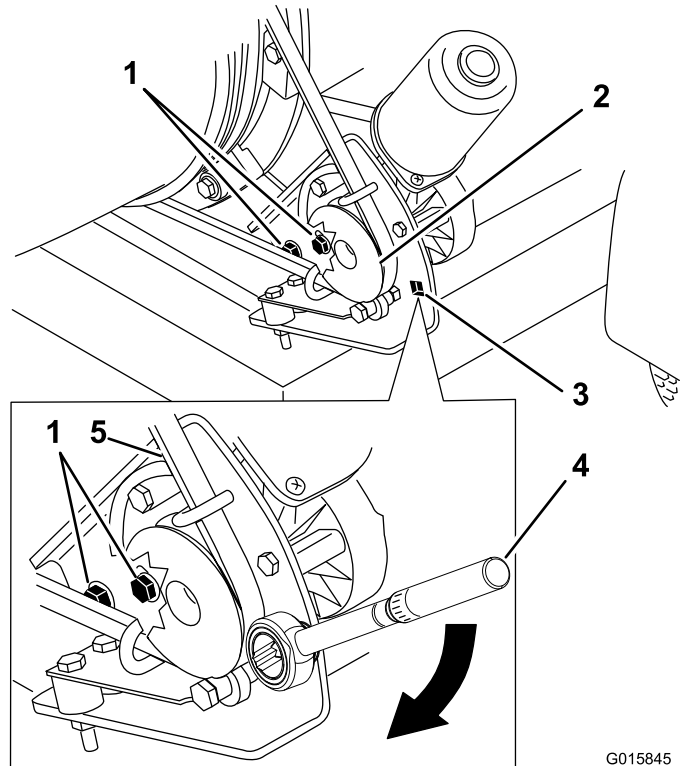

Bild 47
2. Lösen Sie die beiden Bundkopfschrauben und die beiden Sicherungsbundmutter, mit denen die Motorbefestigungshalterung an der Gehäusebefestigung des Maschinenrahmens befestigt ist (**Bild 47**).
3. Führen Sie den Einsatz eines Drehmomentschlüssels in die Riemenscheibenbefestigung ein, wie in Bild 47 dargestellt.
4. Drehen Sie die Riemenscheibenbefestigung von der Gebläsedüse (Bild 47) weg, bis der Drehmomentschlüssel einen Wert von 22,6-26,0 N·m anzeigt.